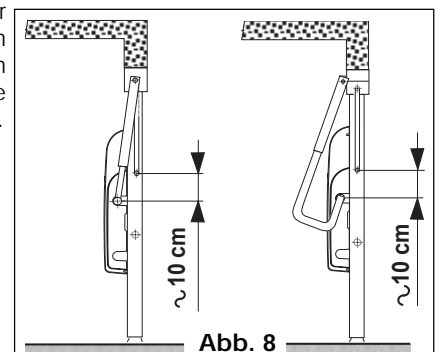

Abb. 8
• Kipptor mit Einzelblatt (Abb. 8)